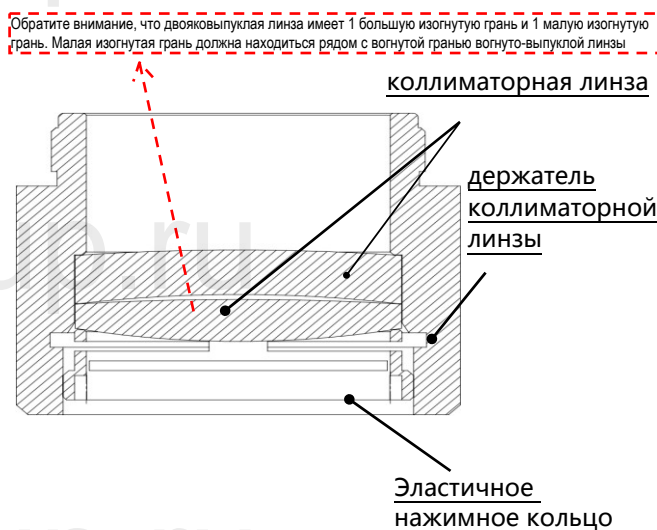

Рисунок 6.6 - Блок схема установки коллиматорной линзы
- Повторно соберите блок коллиматорной линзы (будьте внимательны при закручивании прижимного кольца) и вкрутите обратно в коллиматор, как показано на Рис. 6.6.